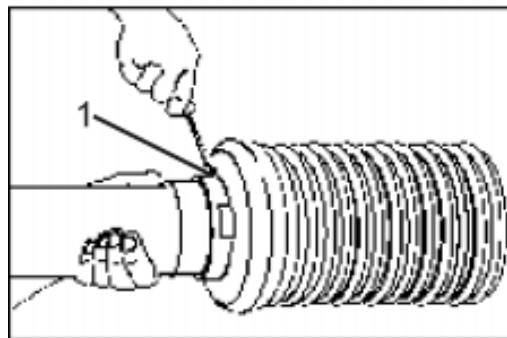

Fig. 6
- Blokkeerbout (Fig. 6/1) er uit draaien.